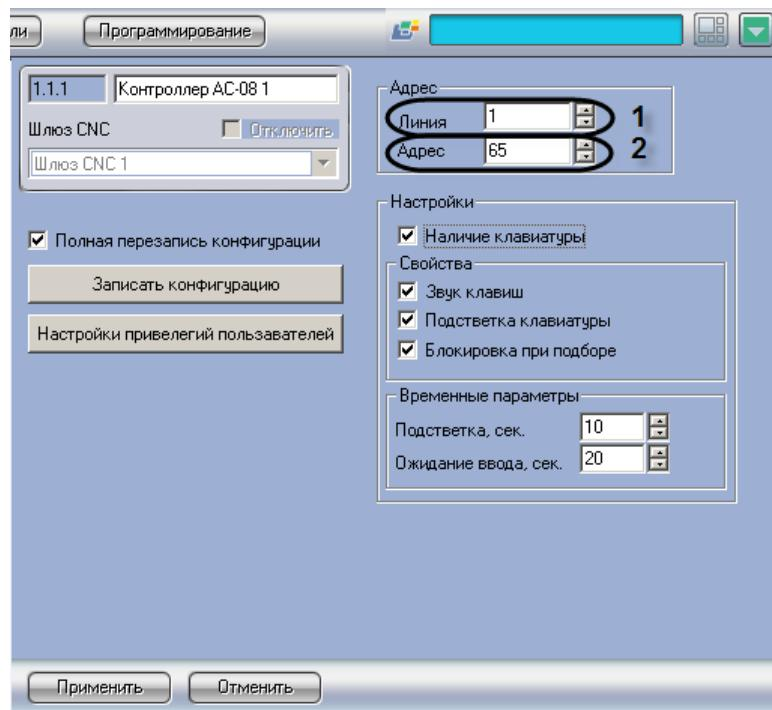

Рис. 3.5—2 Задание параметров связи охранному контроллеру АС-08
1. Перейти на панель настроек объекта **Контроллер АС-08** (Рис. 3.5—2).
2. В поле **Линия** ввести номер линии ЦКС, к которому подключен охранный контроллер АС-08 (см. Рис. 3.5—2, 1).